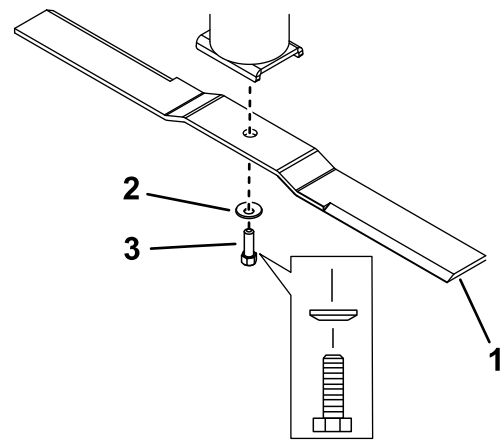

Figura 37
2. Rimuovete il bullone della lama, la rondella concava e la lama dal gruppo della coppa del fusello (Figura 37).